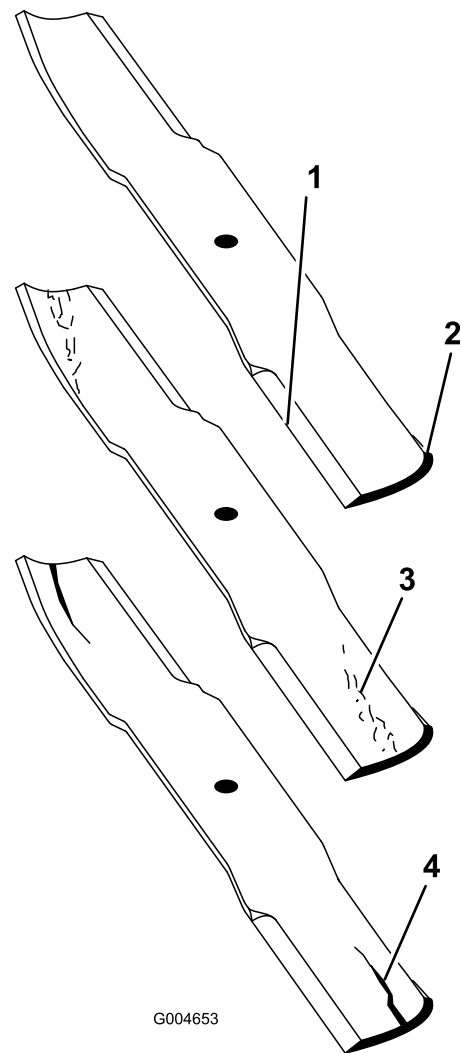

Figura 104
2. Examine cuidadosamente as extremidades da lâmina, prestando especial atenção à zona onde se encontram as partes curvas e planas da lâmina (Figura 104).
Nota: A areia e os materiais abrasivos podem desgastar o metal entre as partes plana e curva da lâmina; por isso, verifique a lâmina antes de utilizar a máquina. Se verificar que esta zona se encontra desgastada (Figura 104), substitua a lâmina.